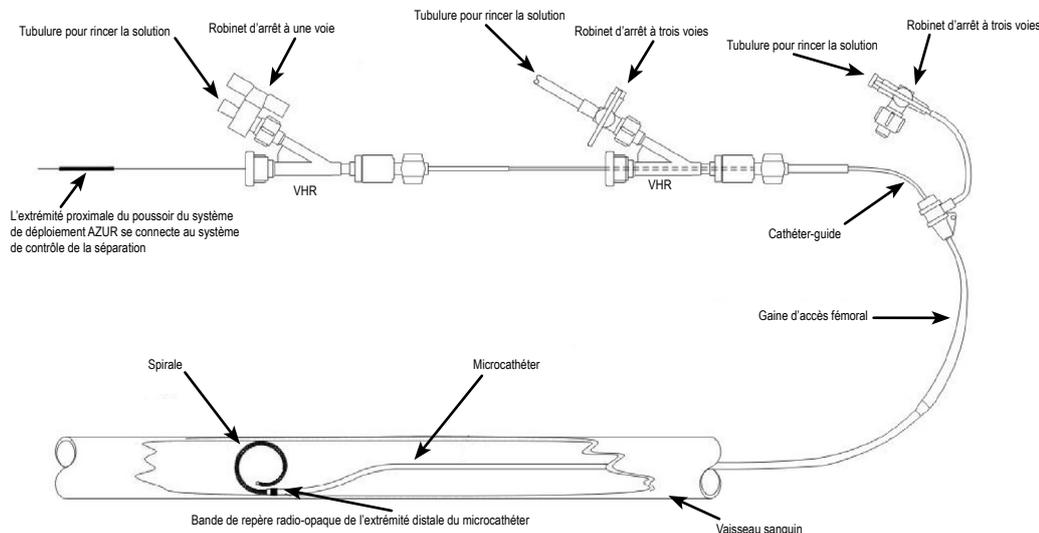

Figure 1 – Schéma de configuration du système AZUR
1. Consulter le schéma de configuration (Figure 1).